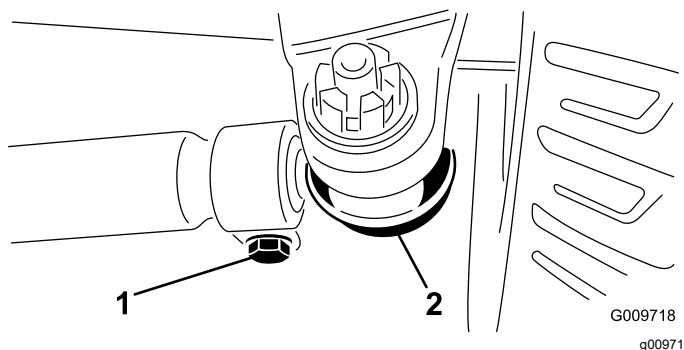

Рисунок 109
3. Для регулировки снимите шплинт и гайку с шаровой опоры тяги (Рисунок 109). Извлеките шаровую опору поперечной тяги из кронштейна на корпусе моста.
4. Ослабьте зажимы на обоих концах поперечных тяг (Рисунок 109).